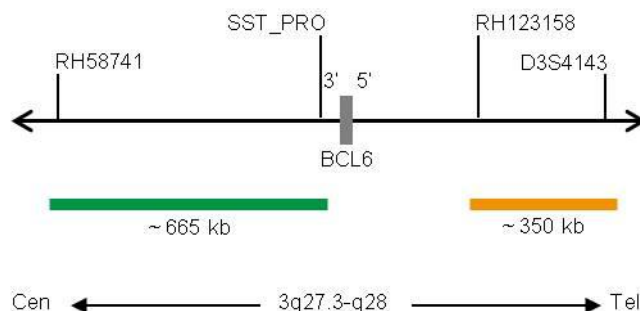

Fig. 1: SPEC BCL6 Mapa da sonda (sem escala)
- Polinucleótidos (~10 ng/μl) com marcação ZyGreen (excitação 503 nm/emissão 528 nm), dirigidos ao mapeamento de sequências alvo em 3q27.3* (chr3:186,737,897-187,403,834) proximais à região de quebra do BCL6 (ver Fig. 1).
- Polinucleótidos (~4.5 ng/μl) com marcação ZyOrange (excitação 547 nm/emissão 572 nm), dirigidos ao mapeamento de sequências alvo em 3q27.3-q28* (chr3:187,744,962-188,097,195) distais à região de quebra do BCL6 (ver Fig. 1).